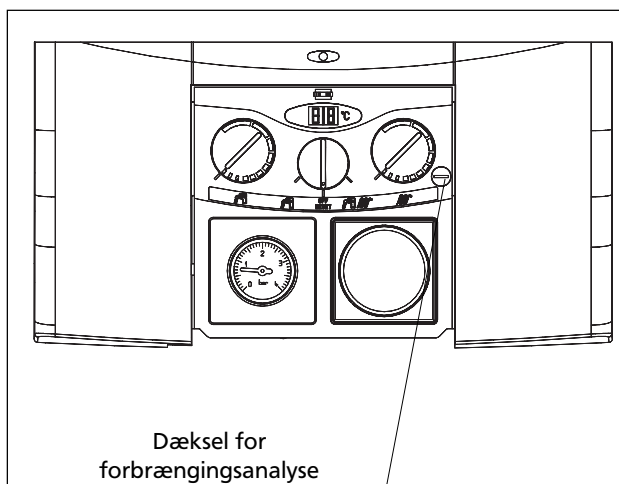

Fig. 6.1
- fjern beskyttelses kappen over forbrændingsanalyseknappen ved hjælp af en mønt (fig. 6.1);